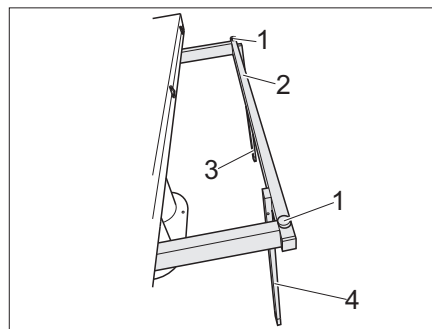

Fig. 108 Placer les supports à la verticale
- Sortir l'infrastructure de la table (Fig. 108,2).
- Placer les supports (Fig. 108,3 et 4) à la verticale.
- Régler la hauteur souhaitée du plateau de la table à l'aide des deux vis de réglage (Fig. 108,1).